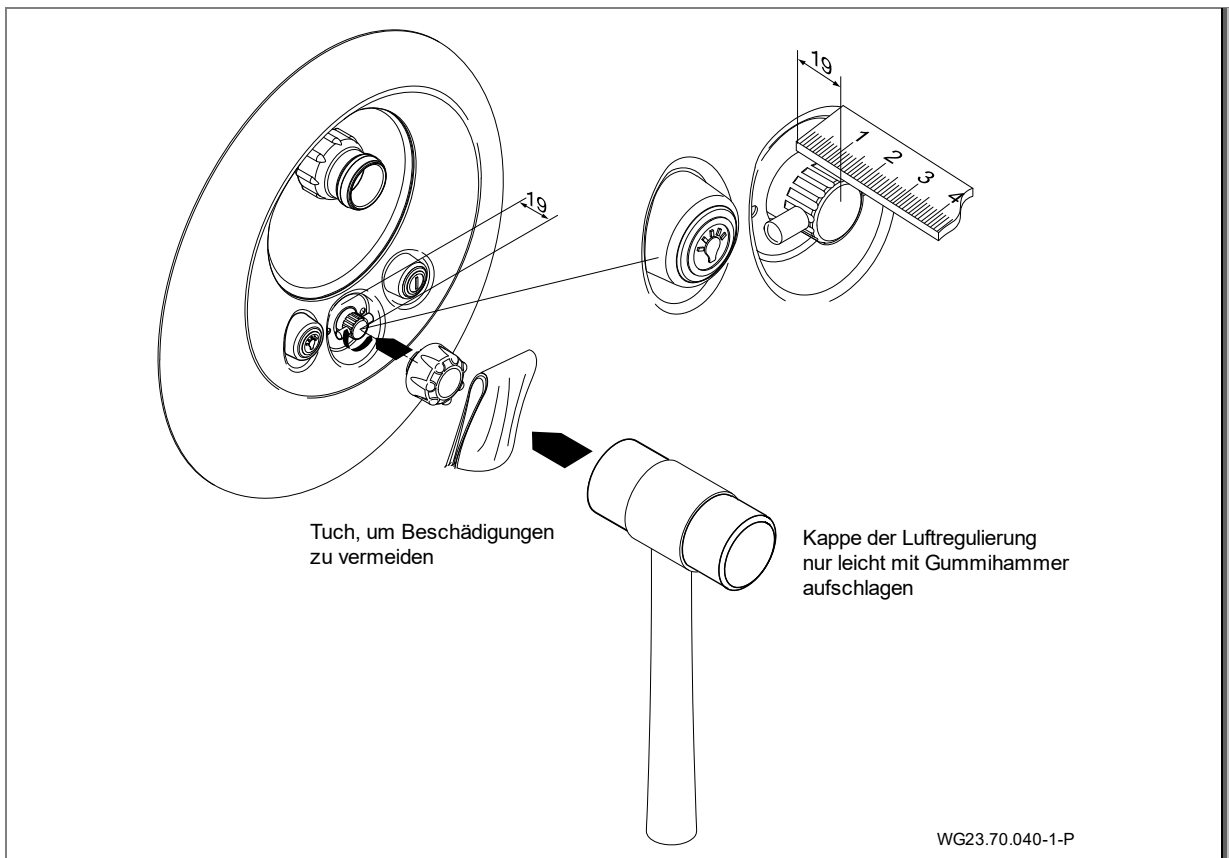

Abb. 22
11. Kappe für Luftregulierung (21) befestigen. (Abb. 22)
12. Jet-Pumpe (92) mit der halben Verschraubung (98, 99, 100), dem Gummiwinkel (79) und den dazugehörigen Klemmen (75) saug- und druckseitig am Einbaugehäuse (1) anschließen.